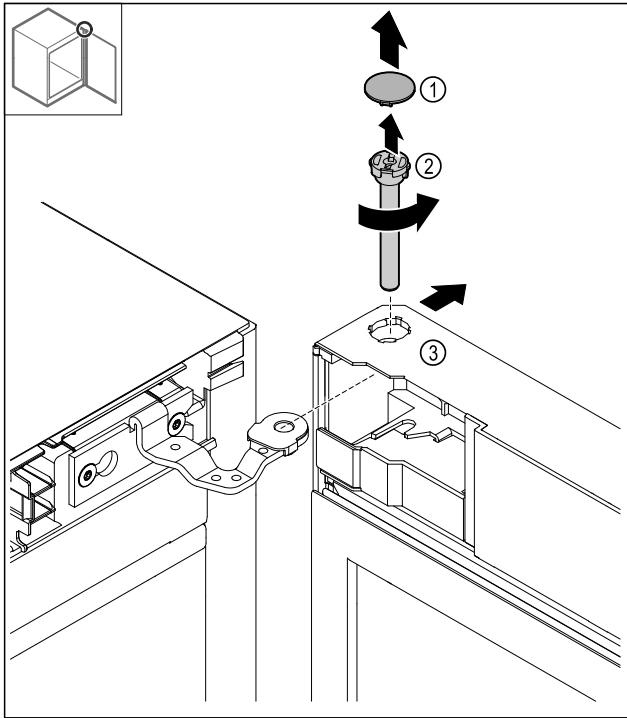

Fig. 13
- Afdekking Fig. 13 (1) wegnemen.
- Bouten Fig. 13 (2) linksom losdraaien en er uit trekken.
- Deur Fig. 13 (3) iets kantelen.